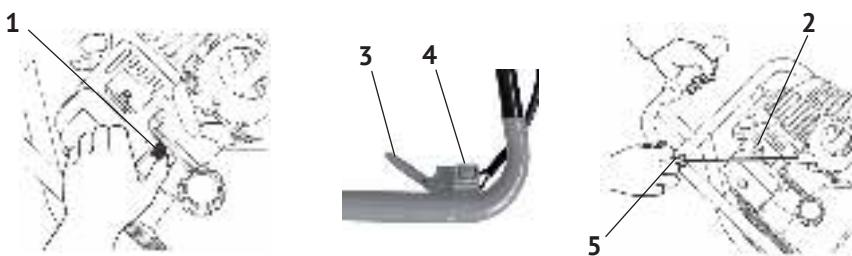

рис. 5
6.1.1 Порядок запуска (см. рис. 5)
- перевести выключатель зажигания (рис.5 поз.4) в положение «I» - «Включено»;
- перевести рычаг воздушной заслонки (рис.5 поз.2) в положение «закрыто»
- нажать несколько раз на кнопку ручной подкачки топлива (рис.5 поз.1);
- медленно потянуть за рукоятку стартёра (рис.5 поз.5) до появления сопротивления, а затем резким движением вытянуть трос на 2/3 его длины. Повторить действие до первого «схватывания» двигателя;